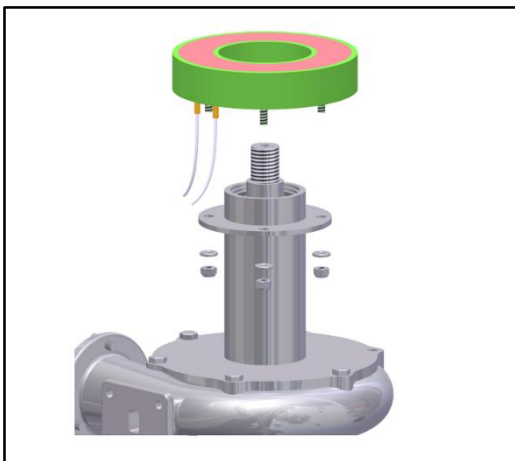
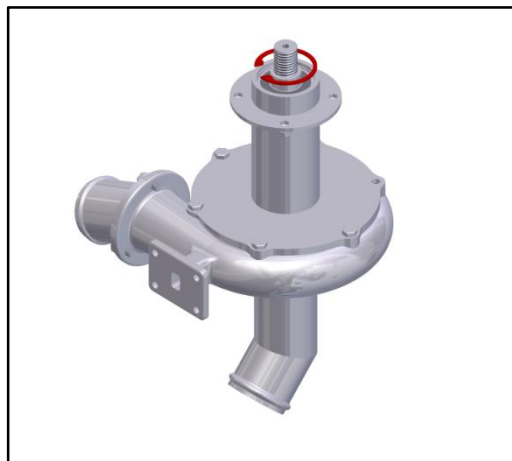

Figura 11: remoção das porcas e parafusos que seguram a bobina.
Figura 12: trava elástica.
- e) Remova as porcas e parafusos que seguram a bobina (figura 11) e, em seguida, com um alicate de trava, retire a trava elástica que se encontra no mancal (figura 12).